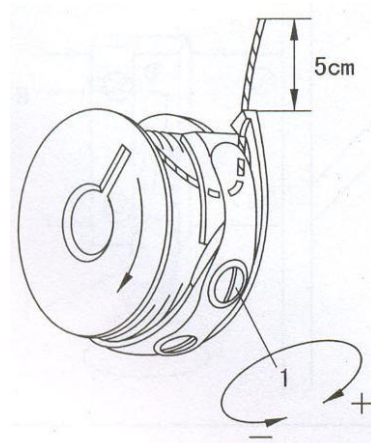

Рис. 4
## 6. Регулировка натяжения шпульной нити (Рис. 4)
1. Как показано на Рис. 4, вытяните шпульную нить;